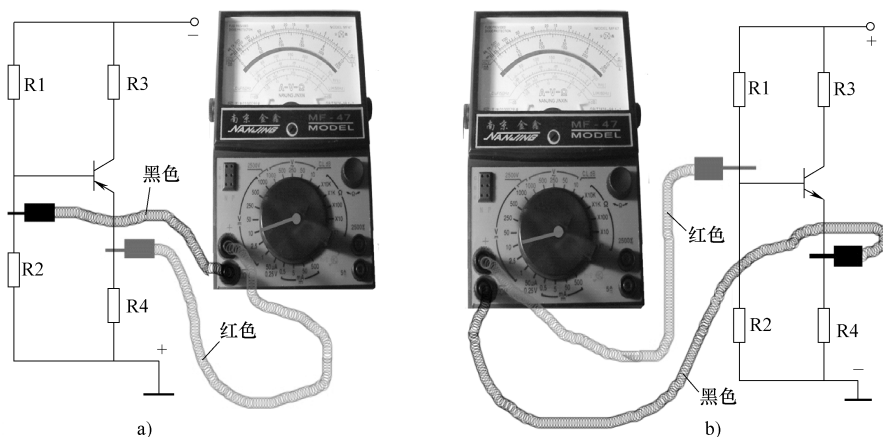

图 2-38 在路测量晶体管 e、b 极间电压
2) 在路加电检测。处于线性放大状态的晶体管在正常工作时,发射结上应有正向偏置电压(锗管为 $0.2 \sim 0.3\text{V}$ 、硅管为 $0.6 \sim 0.8\text{V}$),集电结上应有反向偏置电压(一般在 2V 以上),可用万用表适当的直流电压挡进行测量。具体测试方法如图 2-38 所示,如果测得的电压不在正常范围内,则说明晶体管有问题。另外,当晶体管发生故障时,各电极的对地直流电压也会发生变化,此时可通过测量集电极和发射极对地电压值的大小来判断。